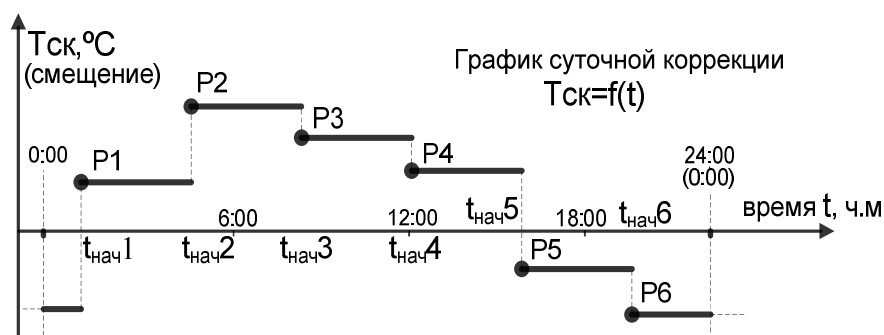

Рис. 4.10 График суточной коррекции
4.4.1.3 График **суточной коррекции** позволяет одновременно корректировать пороговые температуры $T_{выкл}$ и $T_{вкл}$ путем смещения несколько раз в течение суток. График позволяет задавать до 6 точек перехода ($P1...P6$). Каждая точка перехода P_n определяет время $t_{начn}$ и температуру $T_{скn}$. Эта температура будет добавляться с учетом знака к температурам $T_{выкл}$ и $T_{вкл}$, начиная с $t_{начn}$ и до наступления времени очередного перехода $t_{начn+1}$ (см. Рис. 4.10).